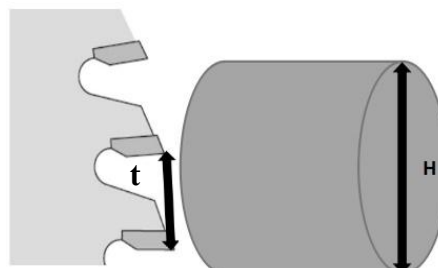

Рисунок 4
При этом, нужно соблюдать условие нахождения зубьев в пропиле, а именно, шаг зуба (t) не должен превышать высоты (H) распиливаемого материала (рис.4)